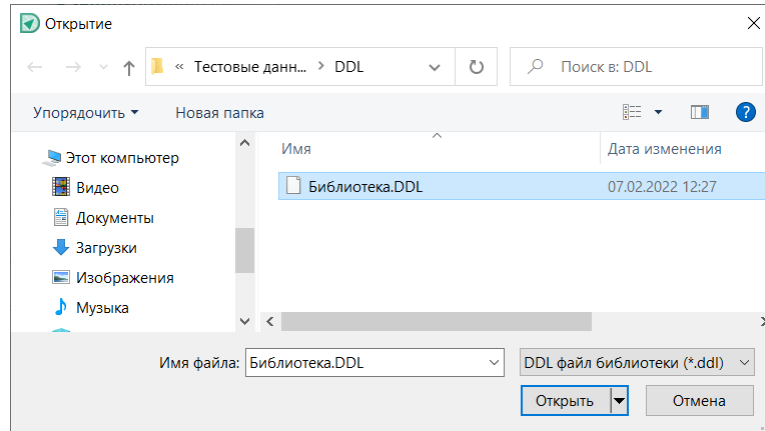

Рис. 22 Выбор импортируемой библиотеки в окне проводника
**Примечание!** Для отображения окна проводника «Открыть» можно воспользоваться иконкой , расположенной в правой части поля «Имя файла», и выбрать импортируемый файл с библиотекой формата **.ddl**, см. Рис. 22